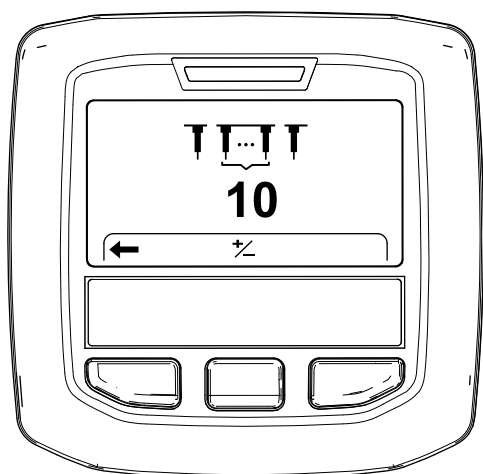

Figura 50
6. Apăsai butonul InfoCenter din dreapta pentru a afișa ecranul Setting the Tine Quantity (Setare cantitate de dini) (Figura 50).